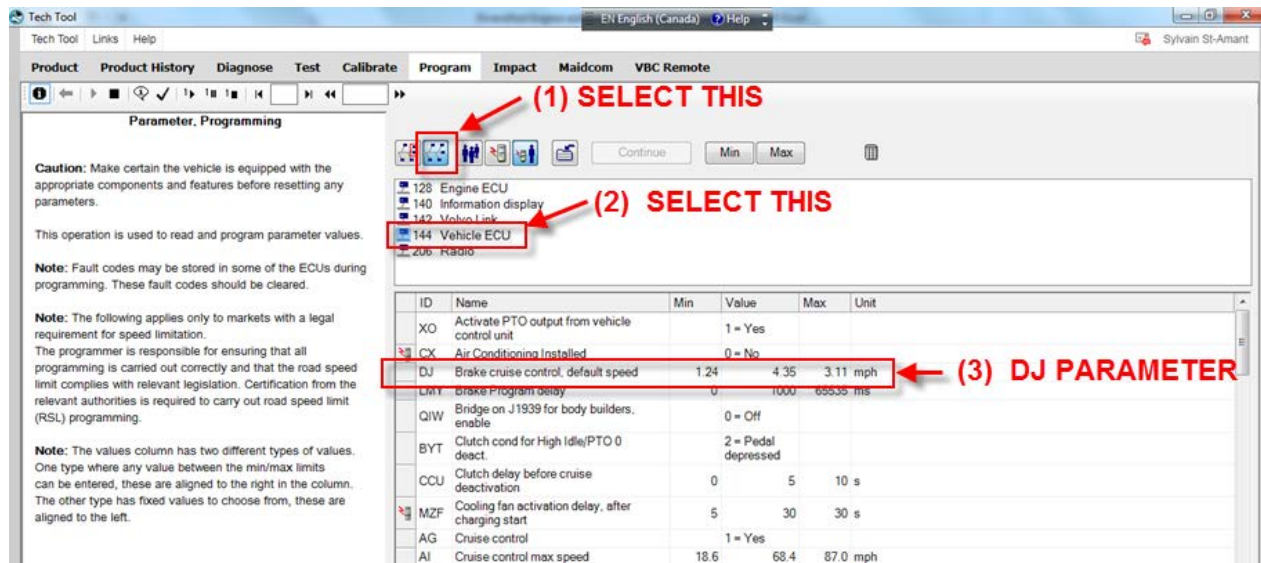

FIGURE 32
4. Sélectionnez l'icône pointée à l'étape (1) de la **FIGURE 32**. Sélectionnez le bon numéro de MID, soit **144 Vehicle ECU** (voir étape 2). Recherchez le paramètre DJ dans la liste du bas (étape 3).